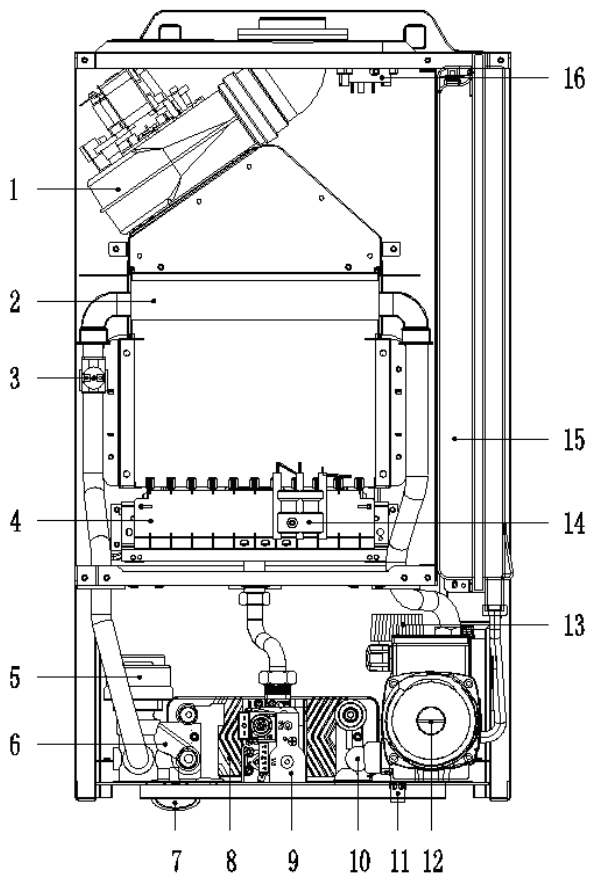

рис.2.
3.6.1. Модель с пластинчатым теплообменником ГВС (рис. 2).